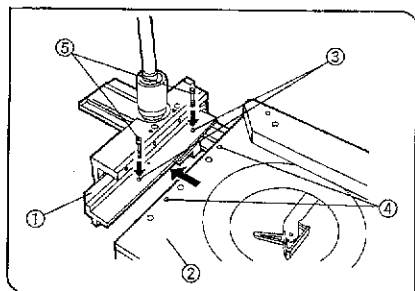

図 15
(図15, 16, 17)
1) メカニカルステージ①を裏返しにし、その上にプレーンステージ(IX-SP)②も同様に裏返しにして置きます。(図15)
2) メカニカルステージの取付穴③(2ヶ所)とプレーンステージに取付穴④を合わせ、固定ねじ⑤を六角ドライバで固定します。
(図15)